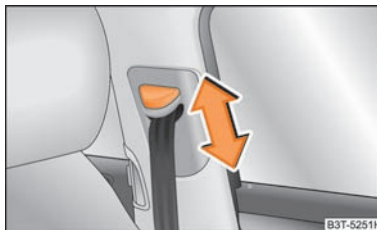

Abb. 155 Vordersitz: Gurthöheneinstellung
- Schieben Sie den Umlenkbeschlag in die gewünschte Richtung nach oben oder unten ⇒ Abb. 155.